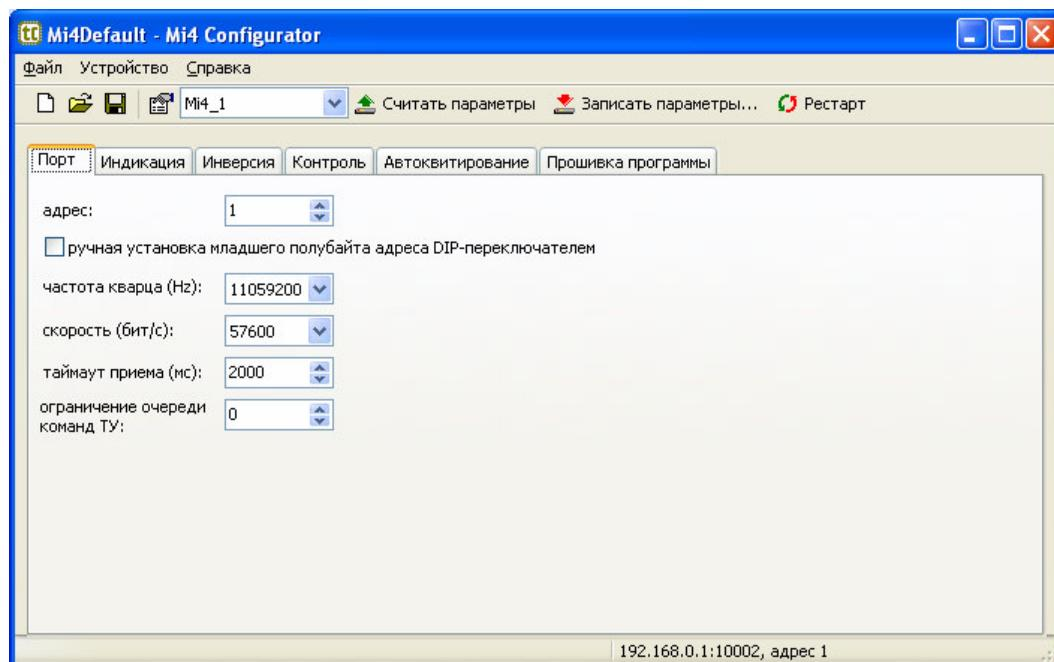

Рисунок 8 – Окно программы Mi4 Configurator
Добавьте новый модуль, установите для него параметры соединения и индивидуальный или универсальный адрес (255) модуля. После нажатия кнопки OK программа отображает главное окно (рисунок 8).
5.2.2 Общие параметры модуля (рисунок 8):